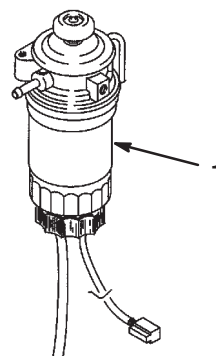

Figure 46
1. Nettoyez la surface autour des supports de la cartouche du filtre (Fig. 46).